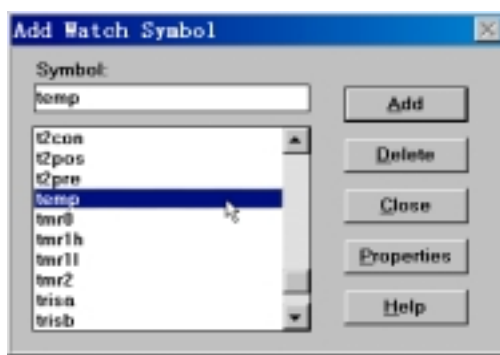
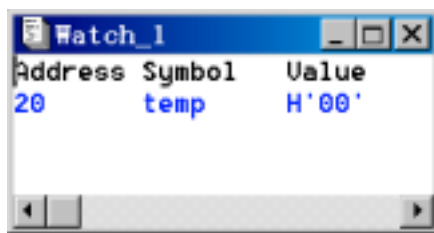

图 18
图 19
四种格式同时显示；(3) 打开观察寄存器变量窗口和选定被观察寄存器变量。选择菜单命令 **Window>Watch Windows>New Watch Window** (窗口>观察窗>新建观察窗)，同时出现一个 Watch_1 观察寄存器变量窗口和一个 Add Watch Symbol (添加观察符号) 对话框。从该对话框中的 Symbol (符号) 下面的空白条形框中输入打算观察的变量名“temp”，或者在(按字母顺序)罗列寄存器名和变量名的方形框中直接(滚动)选中“temp”，如图 18 所示，然后点击 Add (添加) 按钮，即可在“Watch_1”窗口增加一个待观察的寄存器变量(如图 19 所示)。如果有必要，用同样的方法还可以在“Watch_1”窗口中添加多个寄存器变量。完成在“Watch_1”窗口中变量的添加之后，点击 Add Watch Symbol (添加观察符号) 对话框的 Close (关闭) 按钮，关闭该对话框而留下寄存器变量观察窗。在该观察窗中可以查看到以兰色显示的变量的物理地址(十六进制)、符号名和数值。在完成各个观察窗的设置后，可以用菜单命令 **Windows>Tile Horizontal** (窗口>水平排列) 或 **Windows>Tile Vertical** (窗口>垂直排列) 或 **Windows>Cascade** (窗口>重叠) 等，大致调整各个观察窗在 MPLAB 桌面上的布局(实现粗调)；还可以通过任意拖拽和拉伸操作，进一步把各个观察窗调整到自己喜欢的位置和大小(实现细调)，以达到如图 17 所示的效果。